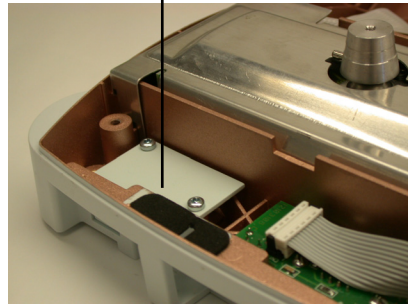

Figura 2B.
6. Retire los dos tornillos que sujetan la placa del puerto COM2 hacia la parte anterior y posterior del gabinete inferior (vea la Figura 2B). Deseche la placa y los dos tornillos.